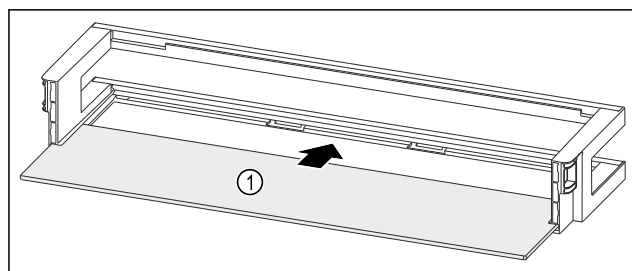

Fig. 58 Rafti i derës me raft mbajtës
- Futni raftin mbajtës Fig. 58 (1) në folëtë anësore.